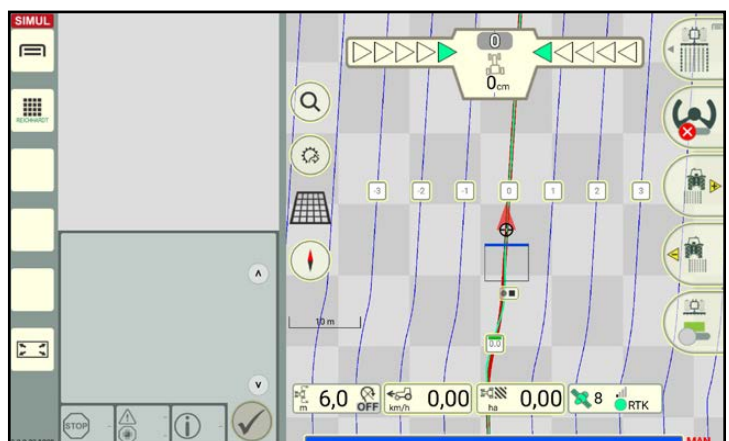

Abb. 86: SMART GUIDE im Feldbearbeitungs-Modus mit Referenzspur und Spurmuster
Sie gelangen automatisch zurück in den Feldbearbeitungs-Modus (siehe Abb. 86).
- für die zuletzt angelegte Referenzspur ein Parallelspurmuster angelegt (siehe Abb. 86);